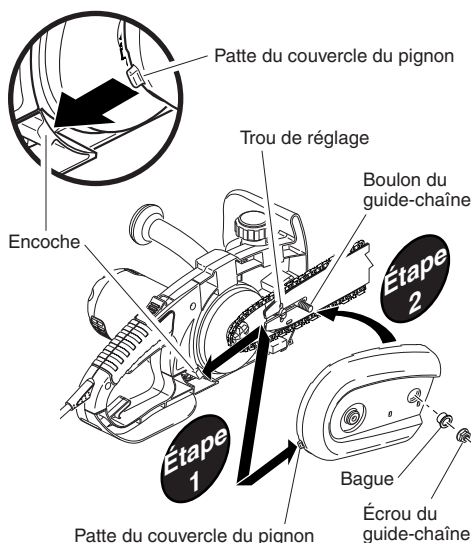

Figure 7 - Installation du couvercle du pignon
7. Insérer la patte du couvercle du pignon dans la monocoque, puis faire tourner le couvercle sur le boulon du guide-chaîne jusqu'à ce qu'il vienne s'appuyer sur le guide-chaîne (voir la Figure 7).
9. Au moyen de la vis du tendeur de chaîne, rajuster la position du bloc de réglage jusqu'à ce qu'il soit aligné/inséré dans l'orifice de réglage du guide-chaîne (voir les Figures 7 et 8). Tourner la vis dans le sens antihoraire déplacera le bloc de réglage vers l'arrière du guide-chaîne. Dans le sens horaire, le bloc de réglage se déplace vers l'avant du guide-chaîne.